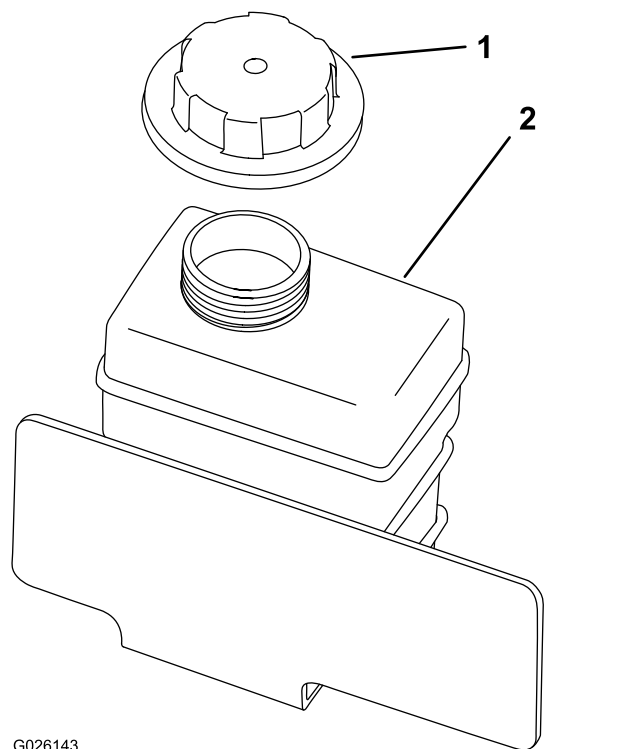

Figure 19
2. Vérifiez le niveau du liquide de refroidissement dans le vase d'expansion (Figure 19).